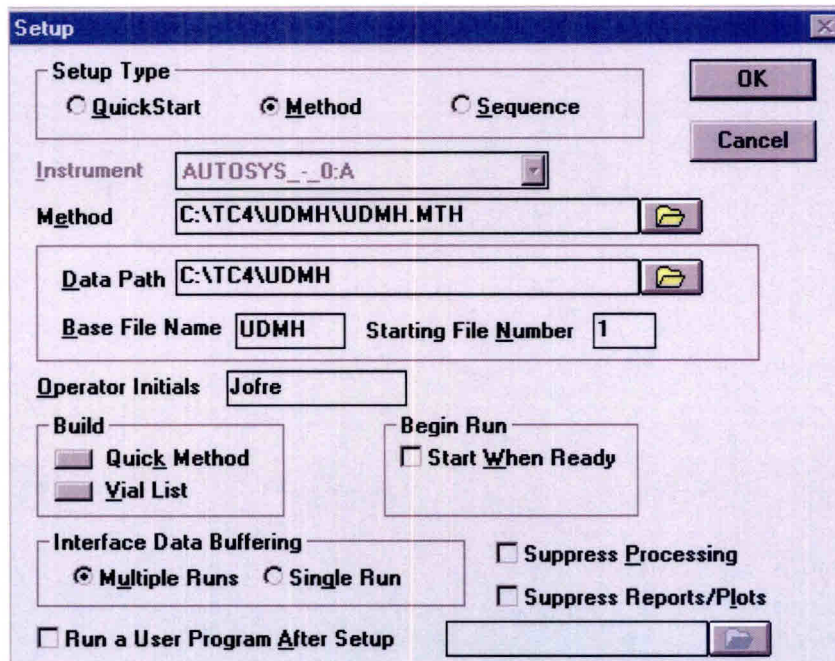

Fig. 2 - Escolha do método para a análise de dimetilhidrazina.
- 1) Em “Setup”, escolher “method” (fig. 2) e clicar em: “Build-Quick Method”.